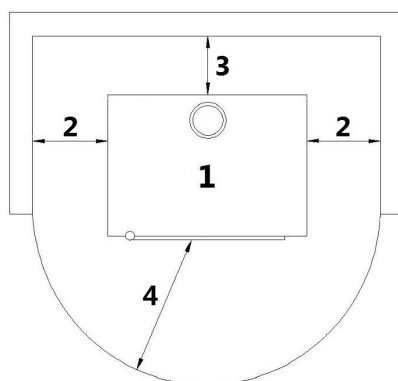

Fig. 17 - Ogólna instalacja ze stojakiem
LEGENDA	Fig. 17
- Należy kategorycznie zainstalować piec tak, aby był oddalony od możliwych ścian i/lub mebli, z minimalnym przepływem powietrza 300 mm po bokach, 200 mm z tyłu, aby umożliwić skuteczne chłodzenie urządzenia i dobry rozkład ciepła w otoczeniu (vedi **Fig. 17**).
- Jeśli ściany wykonane są z materiału palnego, sprawdzić odległości bezpieczeństwa (vedi **Fig. 17**).